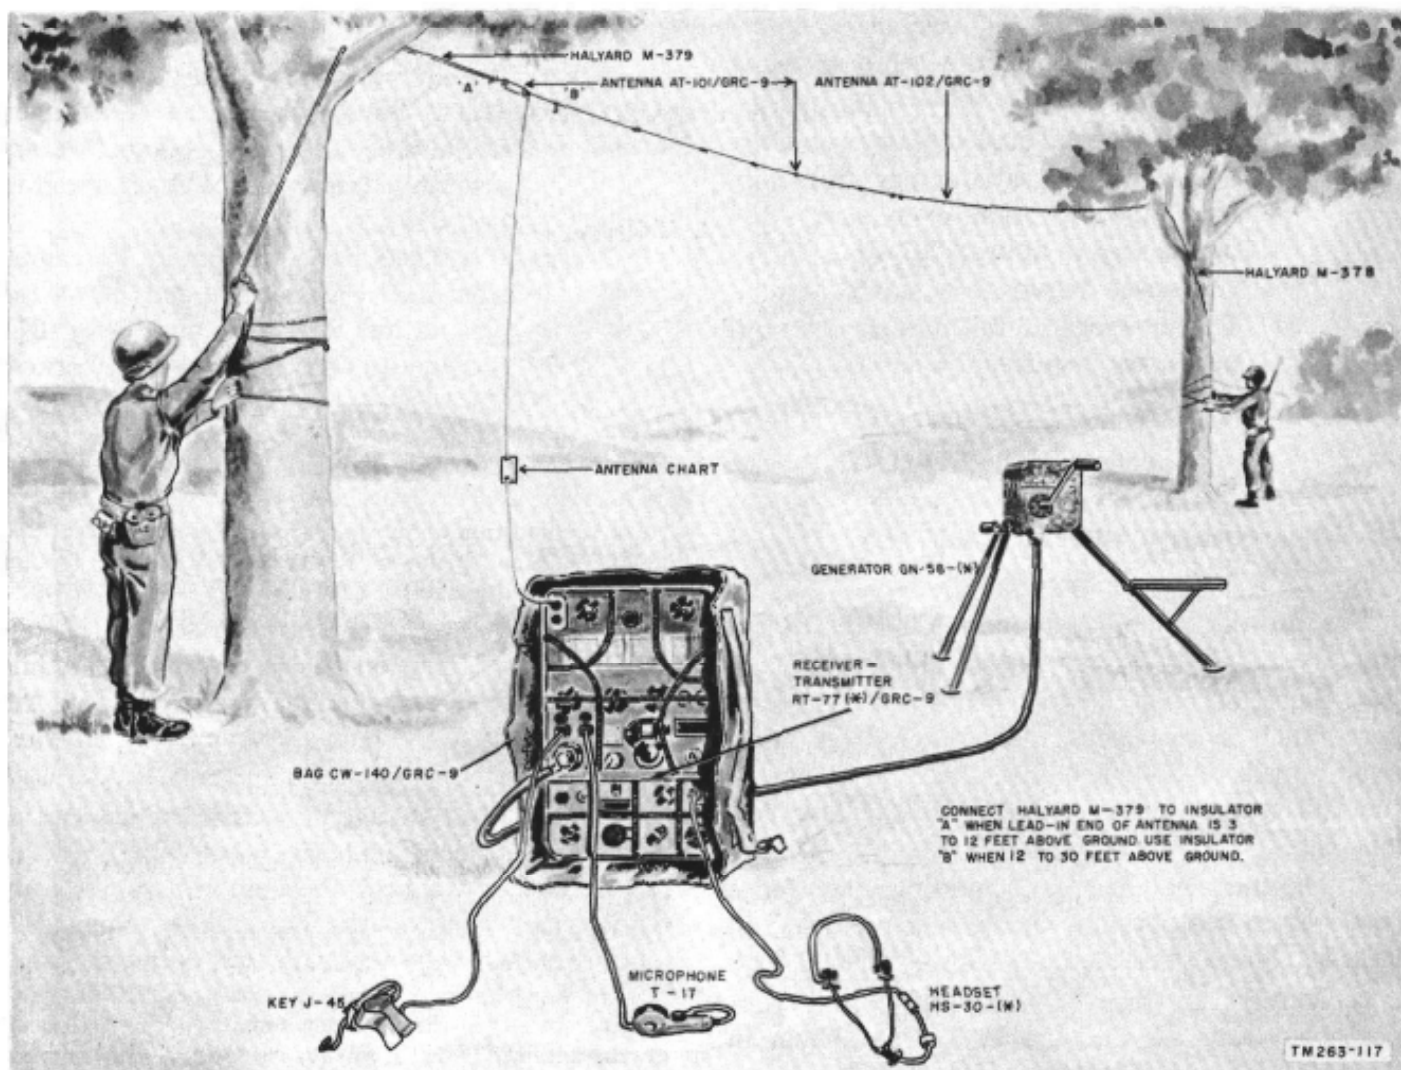

Figure 19. Installation of antennas AT-101/GRC-9 and AT-102/GRC-9.
29. Long-Wire Antenna (fig. 19)